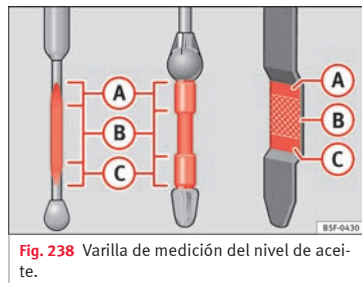

Fig. 238 Varilla de medición del nivel de aceite.
Si el nivel de aceite se encuentra por encima de la zona »» fig. 238 (A), no arranque el motor. Puede causar daños en el motor y en el catalizador. Informe al servicio técnico.
Si el nivel de aceite se encuentra por encima de la zona »» fig. 238 (A), no arranque el mo-
El nivel de aceite no deberá estar en ningún caso por encima de la zona »» fig. 238 (A). De ser así, podría aspirarse aceite por el respiradero del cárter del cigüeñal y llegar a la atmósfera a través del sistema de escape.